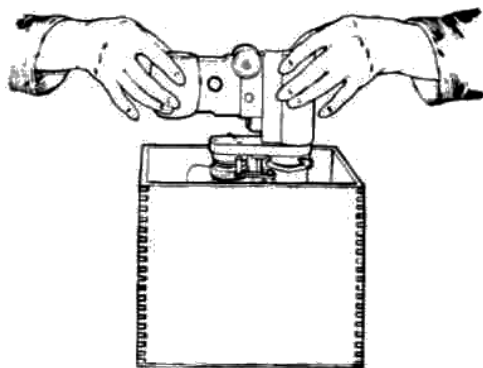
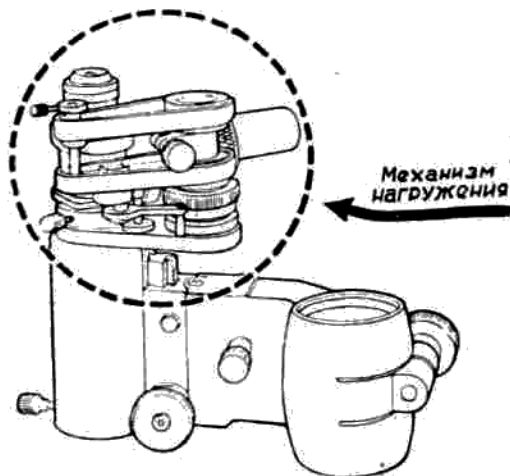

Рис. 4
Рис. 5
3. Прежде чем установить головку с механизмом нагружения на штатив, поднять гайку по колонке так, чтобы зуб гайки выступил выше торца колонки; затем осторожно вынуть из ящика головку прибора, как показано на рис. 4. При этом особенно осторожно обращаться с механизмом нагружения (рис. 5).